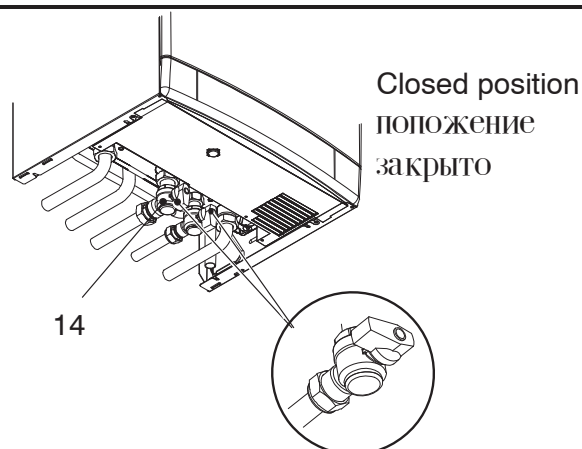

Fig. 2.11
2. Shut off the gas supply cock 14 and the cocks for the water circuits fitted under the boiler (Fig.2.11).
2. Перекройте кран подачи газа 14 и краны водяных контуров, расположенные под котлом (рис.2.11)
Перекройте краны, расположенные под котлом (рис. 2.11) и обратитесь в Авторизованный сервисный центр.